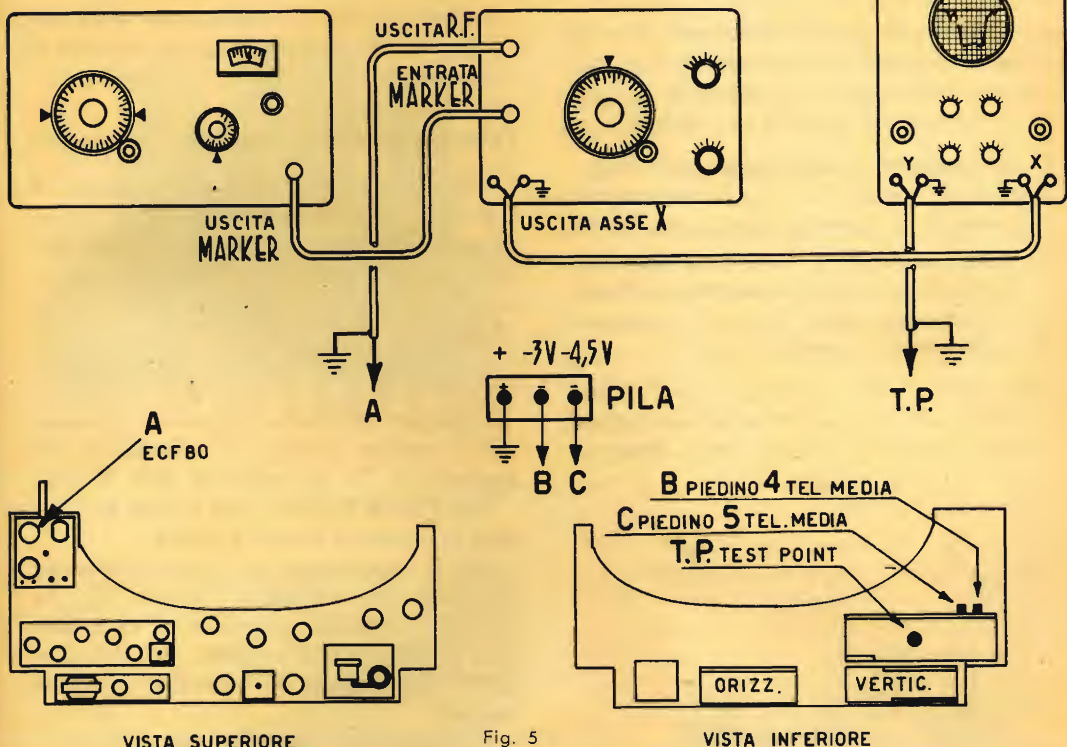
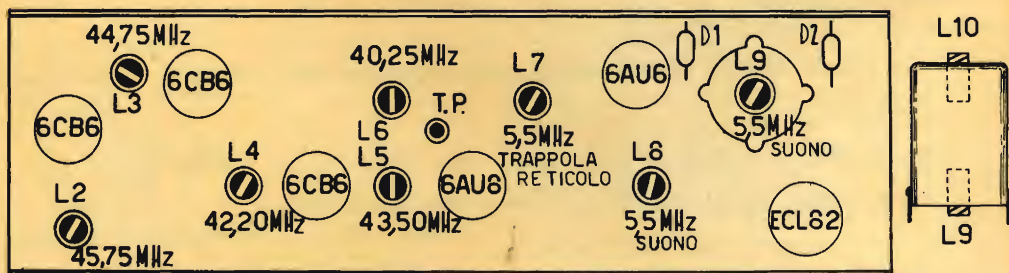

Fig. 5
Fig. 6 - Vista inferiore telaio intercarrier M/386.
- 3) La pila di polarizzazione dovrà essere connessa come indicato nella fig. 5. L'allineamento dovrà iniziare con la regolazione dei nuclei dei trasformatori seguendo l'ordine sottoindicato. Le denominazioni adottate per le singole parti sono quelle indicate nello schema di fig. 6.